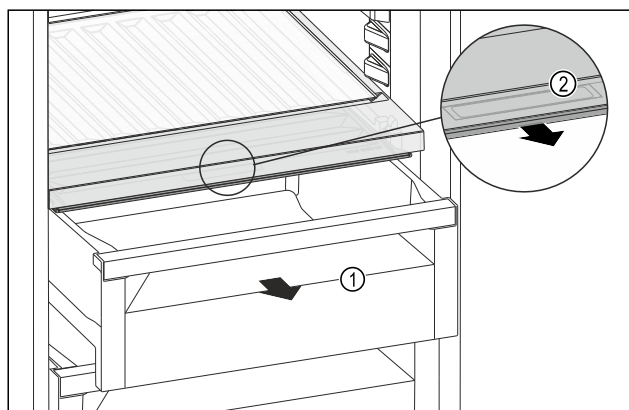

Fig. 100
- Schubfach Fig. 100 (1) herausziehen.
- Griffmulde Fig. 100 (2) am Fachdeckel anfassen und Fachdeckel gleichzeitig nach vorne ziehen.